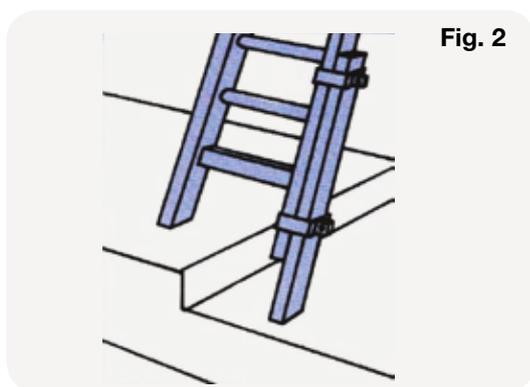

Fig. 2
- Ne jamais la faire reposer sur un calage. Pour rattraper un niveau, utiliser une rallonge solide fixée par colliers (Fig. 2) ou un dispositif à adaptation rapide.